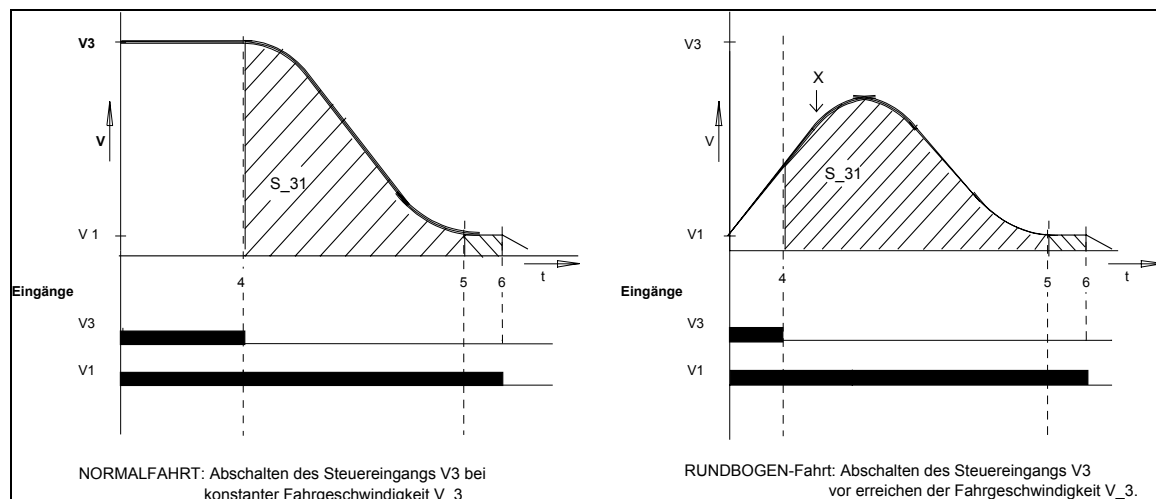

Bild 3.4 Vergleich Normalfahrt und Rundbogenfahrt
Schleichwege und kürzestmögliche Spielzeiten (Vergleich Bild 3.4):
Ist am Verzögerungspunkt (4) die eingestellte Endgeschwindigkeit (Bild 3.4) noch nicht erreicht, so beschleunigt der Antrieb zunächst weiter.